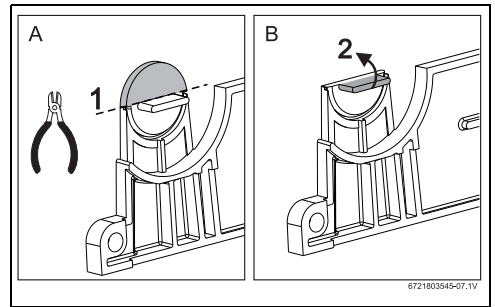
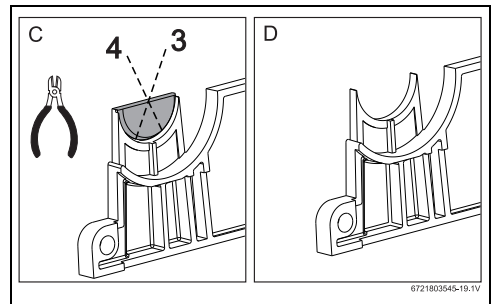
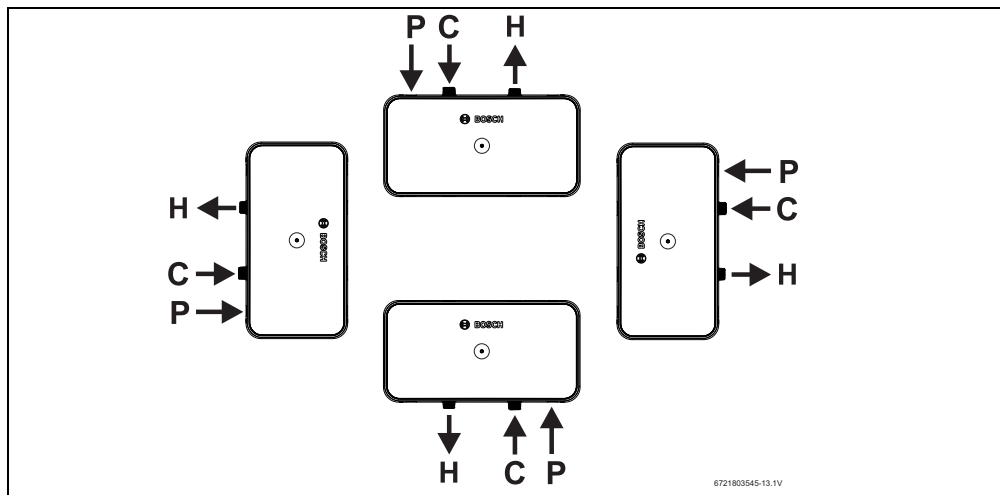

Fig. 8
Fig. 9
Fig. 13 Ejemplos de instalaciones
- ▶ Quite (o remueva) la tapa del cable de entrada del soporte (de la guía) inferior (Fig. 8 y fig. 9). Para posiciones de instalación aceptables y puntos de entrada de cables de alimentación → Fig. 13.